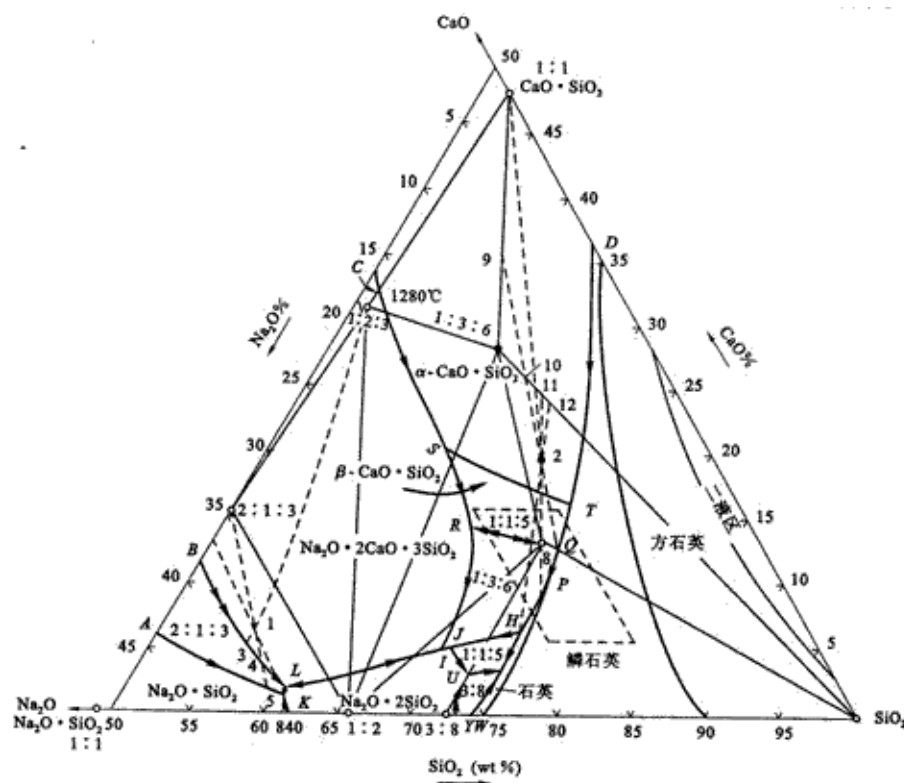

图6-28  $\text{Na}_2\text{O}-\text{CaO}-\text{SiO}_2$  系统相图
6-44 根据  $\text{Na}_2\text{O}-\text{CaO}-\text{SiO}_2$  系统相图 (图6-28) 回解: (1) 组成为 13%  $\text{Na}_2\text{O}$ , 13%  $\text{CaO}$ , 74%  $\text{SiO}_2$  玻璃配料将于什么温度熔化? 在什么温度完全熔融? (2) 上面组成的玻璃, 当加热到 1050℃、1000℃、900℃、800℃ 时, 可能会析出什么晶体? (3)  $\text{NC}_5\text{S}_6$  晶体加热时是否会不一致熔化? 分解出什么晶体, 熔化温度如何?